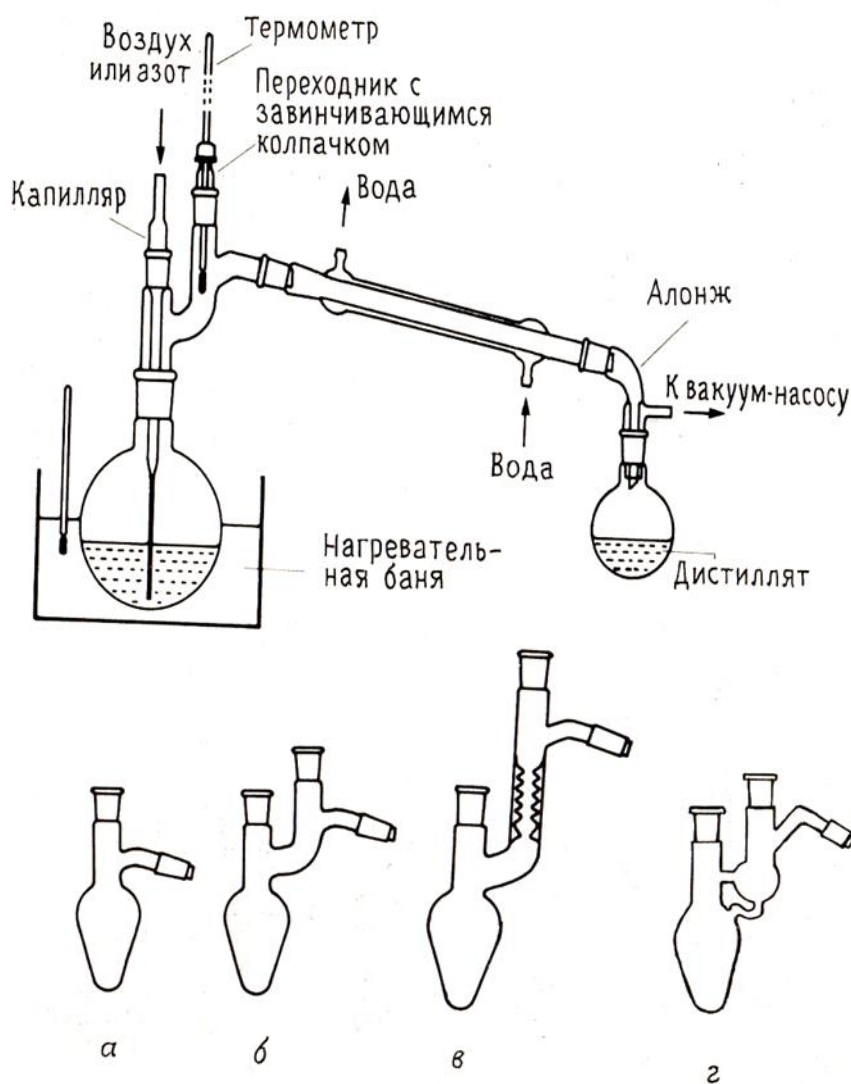

Рис. 2. Перегонка при пониженном давлении
**ПРИБОРЫ.** Типичная установка для перегонки при пониженном давлении имеет несколько важных отличий от установки для перегонки при атмосферном давлении. В данном случае используют те же перегонные колбы, но снабженные двугорлой насадкой Кляйзена, одно горло которой предназначено для термометра, а другое, для капилляра (Рис.2).